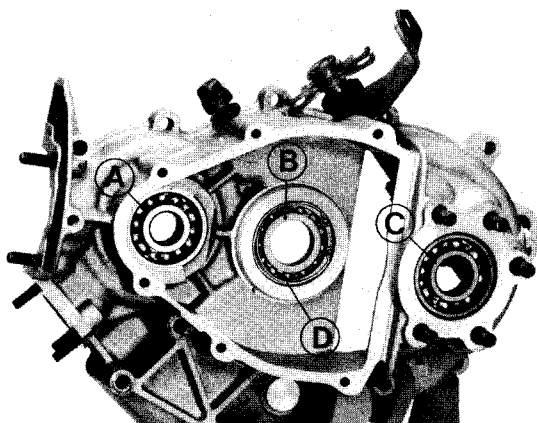

Fig. 75
**Fig. 75 - Cuscinetti a sfere di banco:** montare nella propria sede, operando dalla parte opposta a quella rappresentata in figura e utilizzando uno spezzone di tubo di Ø esterno mm. 46 il cuscinetto di banco «A», con le apposite pinze T. 0022465 l'anello elastico di ritegno e il relativo anello di tenuta.